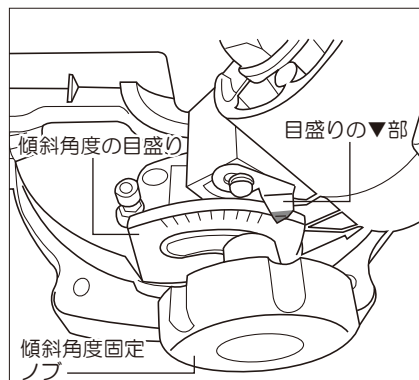

図36
- 任意の傾斜角度に目盛りを合わせ、傾斜角度固定ノブを締め付けてください。(図36参照)